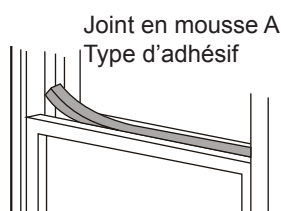

Fig.11
6. Coupez le joint en mousse à la longueur appropriée et scellez l'espace libre entre le châssis de la fenêtre au sommet et celui qui est à l'extérieur. Fig.11